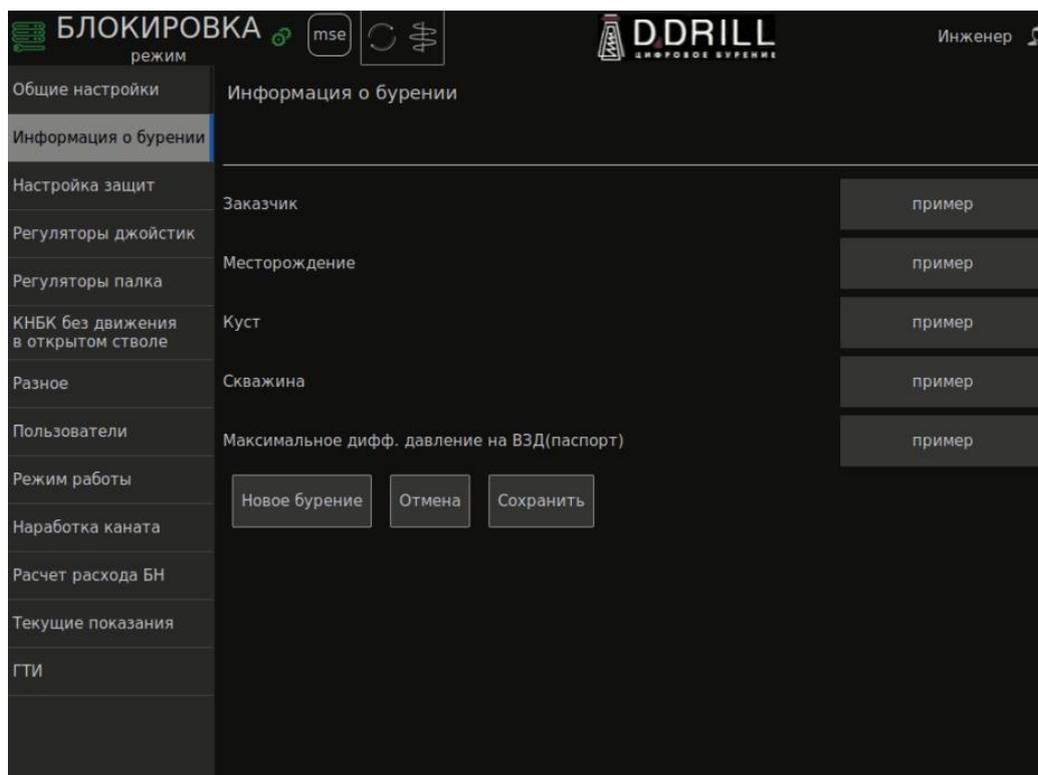

Рис.3
1. Во вкладке информация о бурении Рис. 3 производится изменение сведений о текущем бурении.